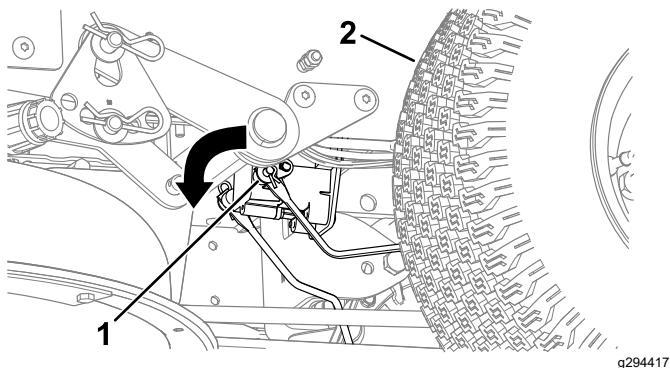

Figure 47
3. Localisez l'arbre sur le frein électrique au point de connexion des bras de liaison (Figure 47).